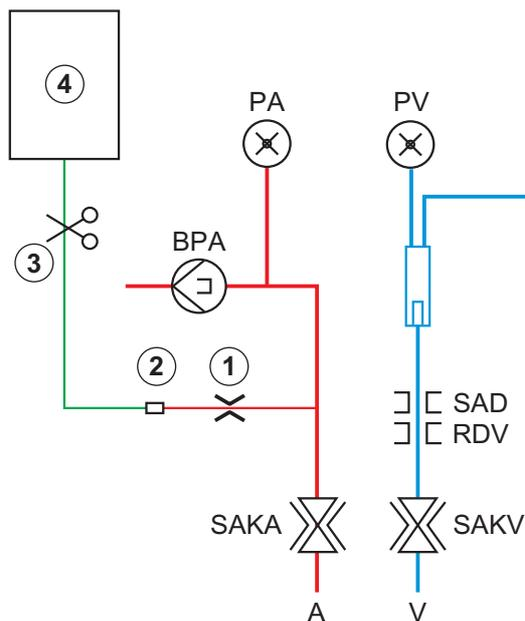

Abb. 6-10 Aufbau für den arteriellen Bolus
Bei Verwendung eines HD-Geräts muss die Infusionsleitung über den Y-Adapter des Blutschlauchsystems (siehe Abb. 6-10 Aufbau für den arteriellen Bolus (145)) mit einem NaCl-Beutel verbunden werden.
3. Infusionsbeutel mit der physiologischen Kochsalzlösung (Abb. 6-10 , ④) an die Infusionsstange hängen.